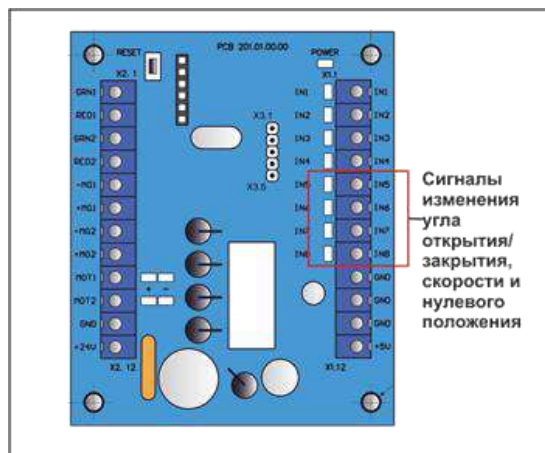

Рис. 21 – Сигналы изменения угла поворота на контроллере PCB 201
6. Проверить состояние сигналов (Рис. 21) на контроллере PCB 201 – клеммы: IN5, IN6, IN7, IN8 при повороте ротора: